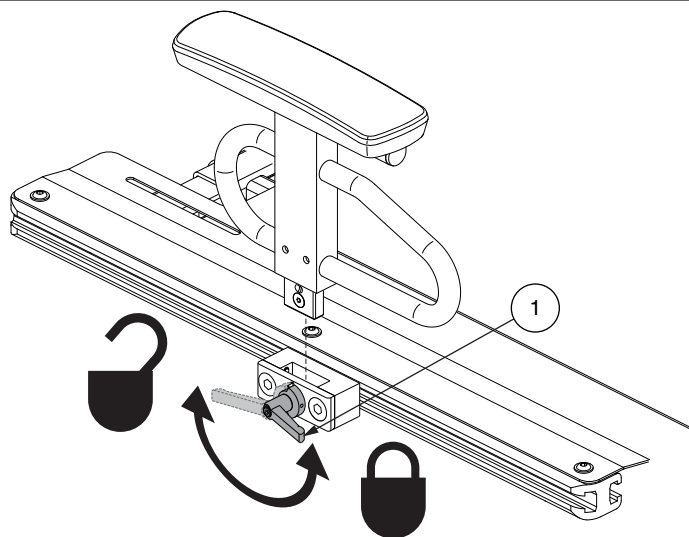
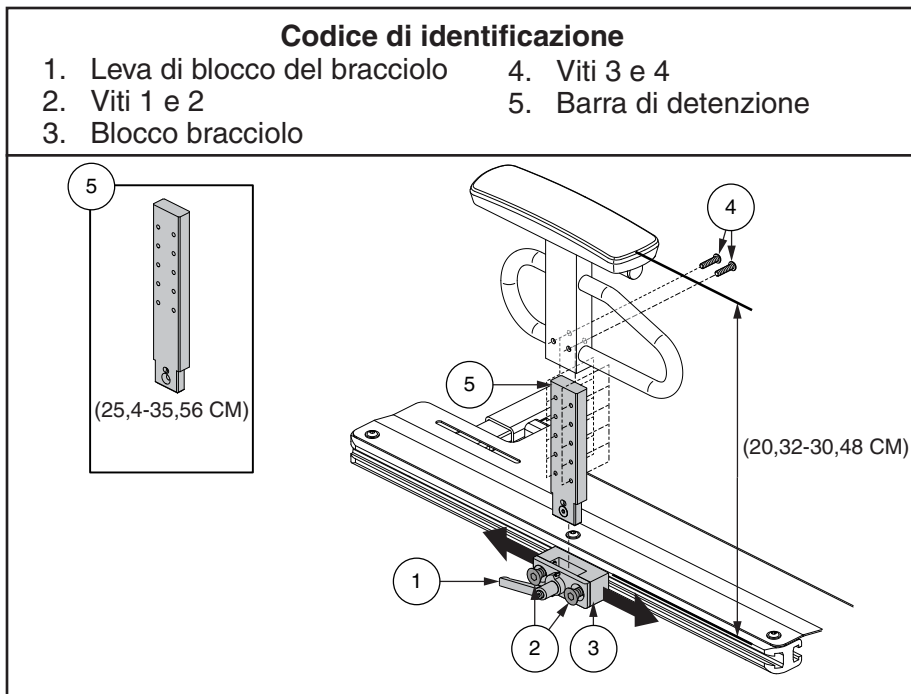

Figura 13. Rimozione/Montaggio del bracciolo inseribile ad alta resistenza
Figura 14. Regolazione altezza e posizione del bracciolo inseribile ad alta resistenza
I braccioli inseribili ad alta resistenza sono progettati per essere rimossi al fine di agevolare il trasferimento da e sulla carrozzina. **Vedi figura 13.** L'altezza e la posizione del bracciolo possono essere regolate. **Vedi figura 14.**
1. Ruotare indietro la leva di blocco del bracciolo. **Vedi figura 13.**
1. Posizionare il gruppo bracciolo nel blocco bracciolo. **Vedi figura 13.**
1. Ruotare indietro la leva di blocco del bracciolo e rimuovere il bracciolo dal blocco corrispondente. **Vedi figura 13.**
2. Allentare le viti 1 e 2. **Vedi figura 14.**
5. Montare il bracciolo nel blocco bracciolo e ruotare in avanti la leva di blocco del bracciolo. **Vedi figura 14.**
1. Rimuovere le viti 3 e 4. **Vedi figura 14.**
3. Rimettere e stringere le viti 3 e 4. **Vedi figura 14.**